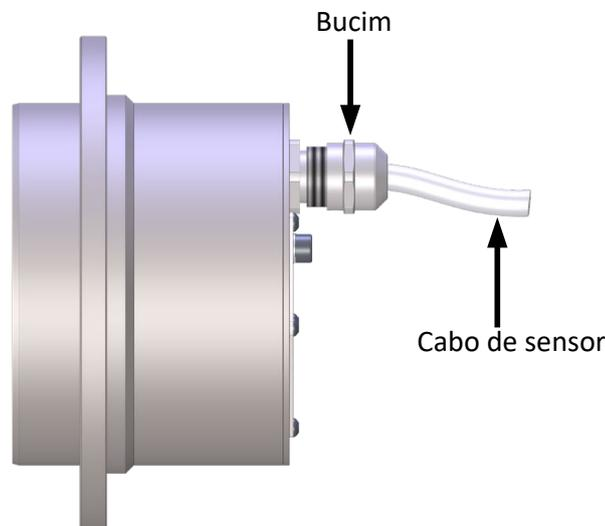

Figura 3: Buçim do sensor
- Ao instalar o cabo, o utilizador deverá fornecer o alívio de tensão necessário para proteger o buçim (Figura 3). O cabo tem de manter um raio de curvatura mínimo de 90 mm. Qualquer curvatura no cabo tem de começar, pelo menos, 25 mm a partir do buçim.